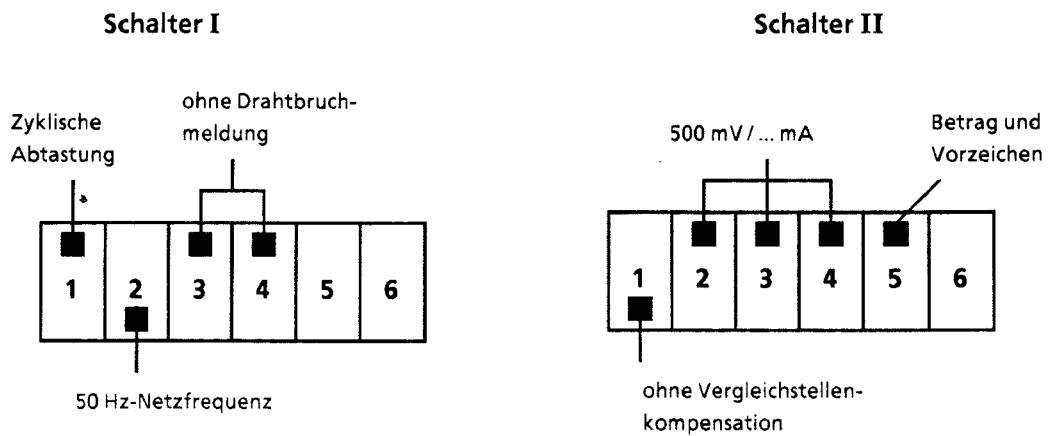

Bild 10.19 Einstellung der Betriebsartenschalter I und II
- Betriebsartenschalter auf der Rückseite der Baugruppe folgendermaßen einstellen (Bild 10.19):